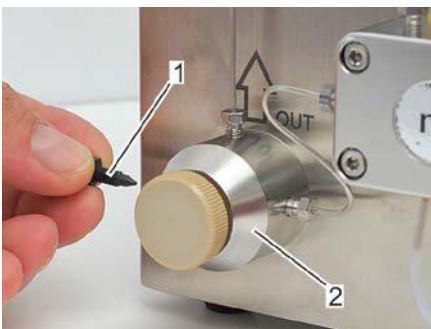

Abb. 132: Verschlussrändelschraube
10. Verschlussrändelschraube (Abb. 132/1) in die Druckventileinheit (Abb. 132/2) einschrauben.